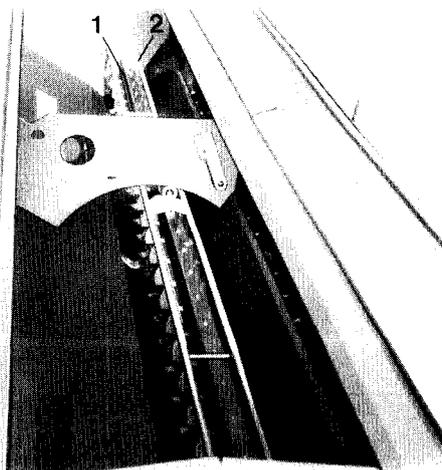

Fig. 36
- b) Beizgerät mit Beizmittel füllen. Hierbei ist darauf zu achten, daß die Gummirührwelle (Fig. 36/1) im Beizmittelbehälter (Fig. 36/2) senkrecht steht. Diese Stellung kann durch Drehen am Antriebsrad der angehobenen Drillmaschine erreicht werden. Beizgerät mit dem Deckel verschließen.